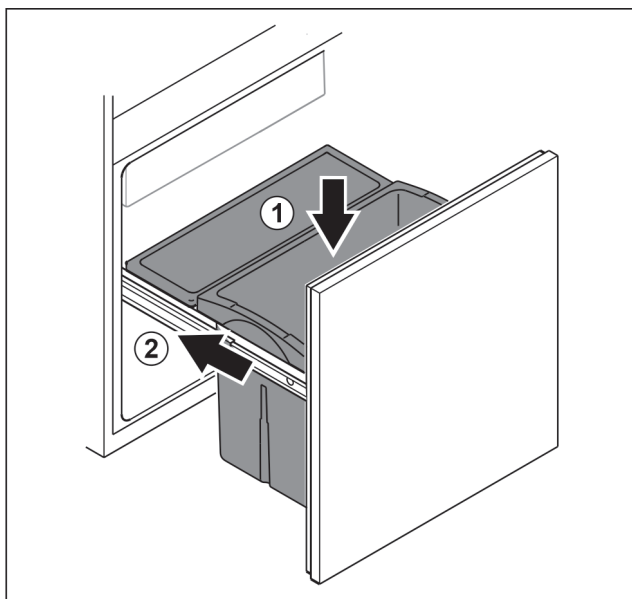

Fig. 101
- ▶ Włożyć szufladę od góry. Fig. 101 (1)
- ▶ Wsunąć wózek wsuwany. Fig. 101 (2)